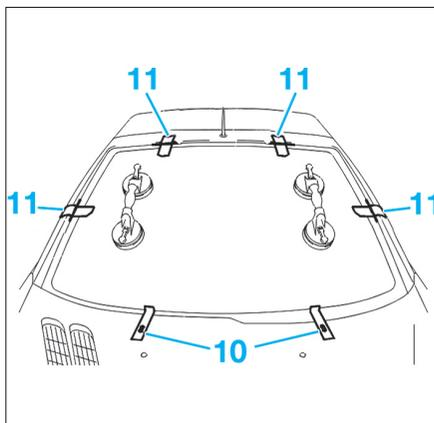

FIG. 5
- Fixer des cales de maintien (10) (Fig.5) pour soutenir et positionner le pare-brise lors de la repose.
- Poser des adhésifs (11) en témoins pour le positionnement définitif de la vitre).